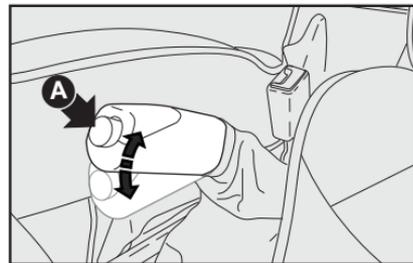

fig. 1
FRENO DE ESTACIONAMIENTO - fig. 1
- 1) Levante un poco la palanca y presione el botón **A-fig. 1**.
- 2) Con el botón presionado baje la palanca. El señalador luminoso (L) se apaga.